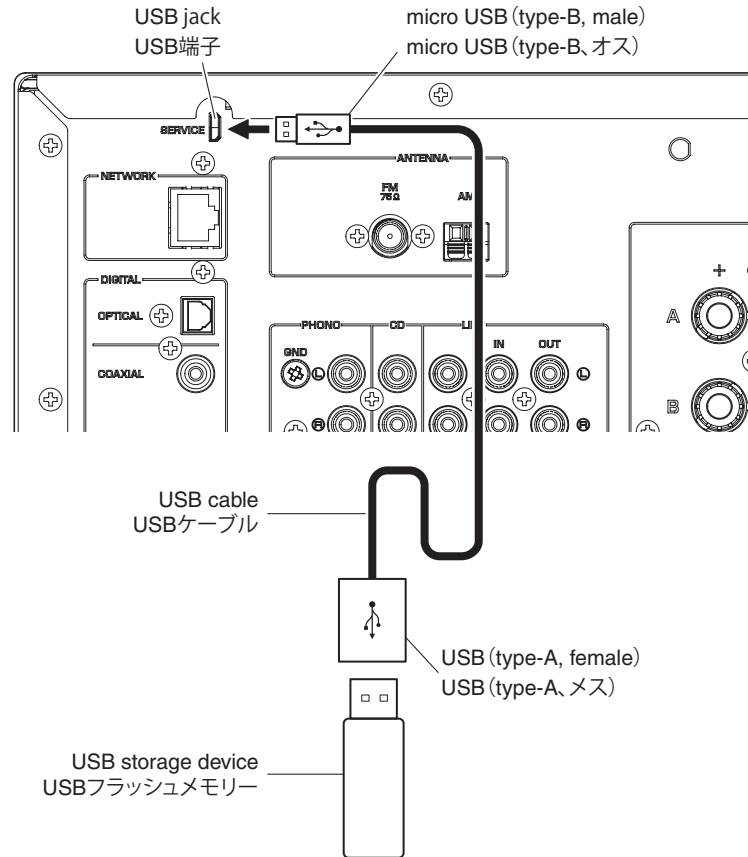

Fig. 1
- 1. Connect the USB storage device to the USB jack on the rear panel of this unit as shown below. (Fig. 1)
- 1. 本機の裏面にある USB 端子と USB フラッシュメモリーを下記のように接続します。(Fig. 1)